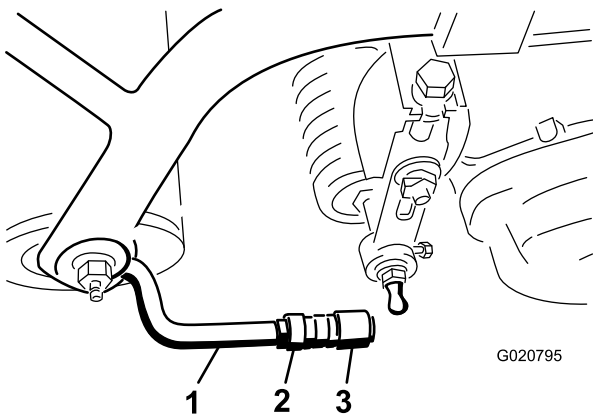

Bild 9
5. Richten Sie die Innensechskante der Kugellenden so aus, dass die offene Seite des Sechskants in Richtung Kugelbolzen zentriert ist. Ziehen Sie die Klemmmuttern fest, um die Innensechskante zu arretieren (**Bild 9**).